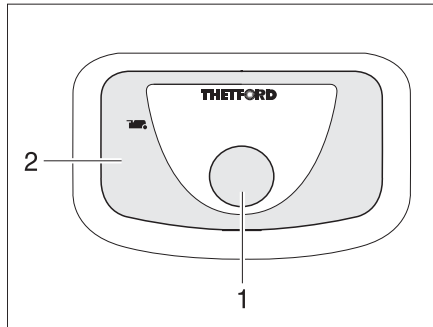

Fig. 297 Botón del inodoro/luz de control del inodoro Thetford
- Para lavar, pulsar el botón del inodoro azul (Fig. 297,1).
La luz de control (Fig. 297,2) se enciende cuando es necesario vaciar el cassette Thetford.
- Desplazar la palanca de corredera (Fig. 297,1) en sentido de las agujas del reloj. Se cierra la corredera. Para el vaciado debe estar cerrada la corredera en el inodoro Thetford.